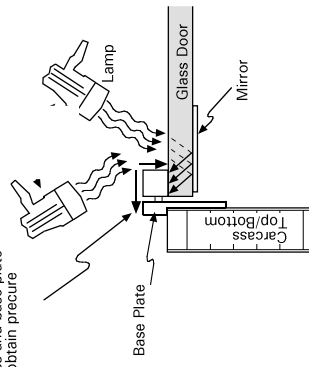

FIG 7
- Whilst firmly applying pressure against both hinge on the glass and the spindle/base, introduce the UV light source at approximately 45 degrees to the mirror surface. Move the light source in a slow circular motion to obtain the necessary pre-cure (see Fig 7).
- Üben Sie leichten Druck auf Glas und Zapfen aus und verwenden Sie den UV-Handstrahler 52 094 04 Weißlicht. Belichten Sie die Verklebung im 45° Winkel von allen Seiten für die Vorhärtung (s. Abb.7).